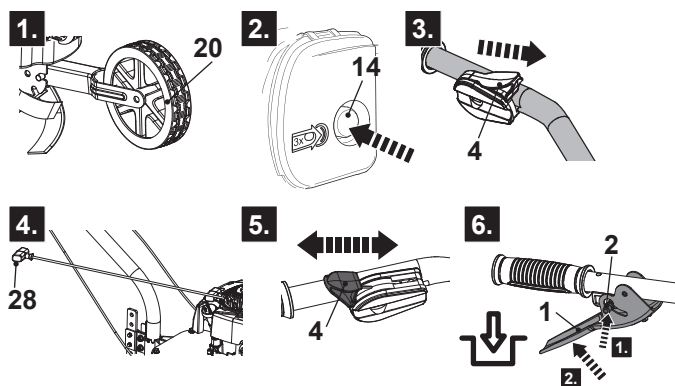

Fig. 24
2. Asegúrese de que la rueda (20) esté ajustada a la posición de uso (fig. 24, paso 1).
3. Pulse el iniciador (14) 3 veces si el motor está frío (fig. 24, paso 2).
4. Desplace la palanca del acelerador (4) hasta el símbolo de la liebre  (fig. 24, paso 3).
5. Tire ligeramente del asa del arranque retráctil (28) hasta que sienta resistencia y, luego, tire de ella rápidamente. Hágalo de forma repetida hasta que el motor arranque (fig. 24, paso 4).
6. Permanezca detrás de la parte superior del manillar (7).
7. Desplace la palanca del acelerador (4) entre  y , hasta alcanzar la velocidad del motor deseada (fig. 24, paso 5). Recomendamos usar el producto con la palanca del acelerador en la posición .